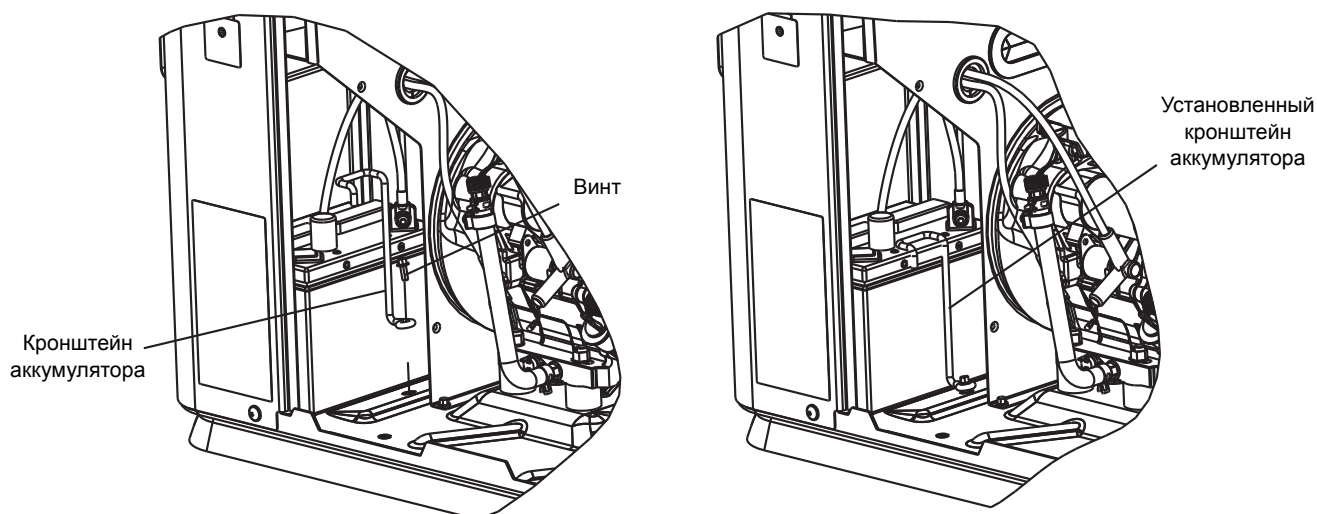

Рис. 6-4. Установка аккумулятора
14. Установите кронштейн аккумулятора, входящий в комплект незакрепленных деталей, и плотно зафиксируйте его на основании с помощью входящего в комплект поставки самонарезающего винта М6 (см. Рис. 6-4.).